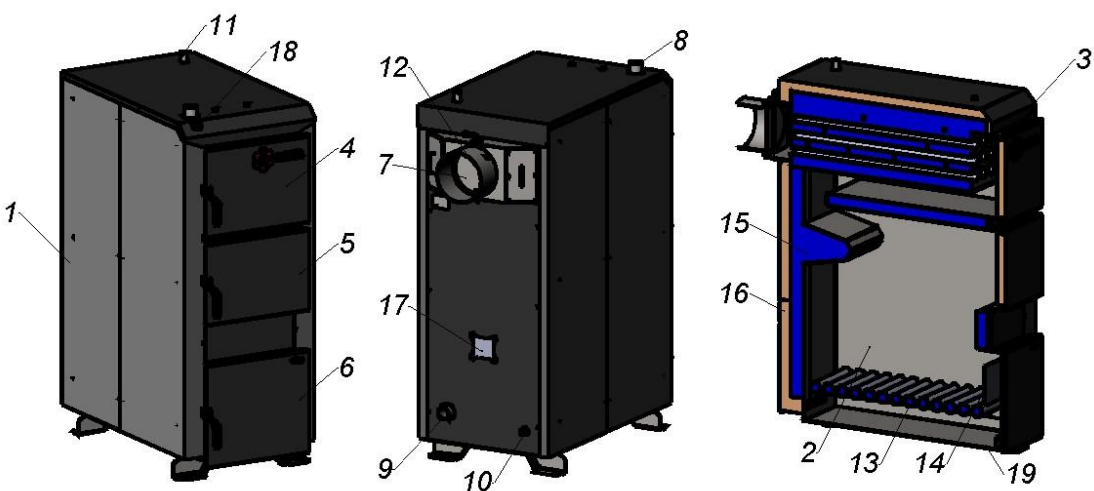

Рисунок 2 – Зовнішній вигляд та основні елементи котла DUO
Конструктивно котел являє собою збірно-зварену конструкцію, що складається з корпусу (поз. 1, рис. 2) з камерою згоряння (топкою) (поз. 2, рис. 2). Конвекційна частина котла складається з жаротрубного теплообмінника (поз. 3, рис. 2), який розташований безпосередньо над топкою.
Корпус котла виконаний в формі паралелепіпеду з подвійними стінками, які розділені водними перегородками (поз. 15, рис. 2). На зовнішній поверхні корпусу під декоративною обшивкою закріплена теплова ізоляція. (поз. 16, рис. 2).
Паливо для процесу спалення завантажується на колосникові ґрати (поз. 13, рис. 2) крізь завантажувальні дверцята (поз. 5, рис. 2).
Для згоряння палива в топці відбувається за участю повітря, що поставляється в топку по каналу подачі повітря. Кількість повітря, необхідного для процесу горіння, автоматично регулюється контролером та подається через фланець (поз. 17, рис. 2) за допомогою вентилятора.
Підведення і відведення теплоносія здійснюється відповідно через патрубки зворотної мережної води (поз. 9, рис. 2) і прямої мережної води (поз. 8, рис. 2).
Топочні гази виходять у димохід крізь боров (поз. 12, рис. 2), розташований у задній частині котла..
Зола, яка утворюється в процесі згоряння палива, зсипається в нижню частину корпусу котла в короб зольника (поз. 19, рис. 2).
У верхній частині корпусу котла розташований штуцер для встановлення запобіжного клапана котла (поз. 11, рис. 2). Запобіжний клапан не входить у комплект поставки.
Ревізійний дверцята (поз. 6, рис. 2), що розташовані на передній стінці котла, необхідні для періодичного чищення колосникових ґрат, а також для можливості спорожнення підколосникової зони.
Для можливості періодичного обслуговування (чищення) теплообмінника передбачені дверцята поз. 4 (рис. 2).
Приєднання котла до опалювальної системи необхідно здійснювати за допомогою фланців. Трубопровід прямої мережної води потрібно приєднати до патрубку прямої мережної води (поз. 8, рис. 2). Трубопровід зворотної мережної води потрібно приєднати до патрубку зворотної мережної води (поз. 9, рис. 2).
8.6.1 Провести завантажування палива в топку котла. Для цього відкрити завантажувальні дверцята (поз. 5, рис. 2) та укласти на колосникові ґрати (поз. 13, рис. 2) шар палива до меж нижньої кромки завантажувальних дверцят. На укладений шар палива розмістити розпалювальний матеріал: папір, тріски, дрова (у переліченій послідовності).
Для забезпечення герметичності дверцят поз. 4,5,6 (рис. 2) необхідно кожні два тижні змашувати ущільнюючі шнури дверцят графітним мастилом.
Перед повторним завантаження палива необхідно відкрити ревізійні дверцята поз. 6 (рис. 2), відкрити відбивач поз 14 (рис.2), та провести чистку колосникових ґрат за допомогою скребка. Закрити відбивач та дверцята поз. 6 (рис. 2). Потім відкрити завантажувальні дверцята та завантажити необхідну кількість палива. Повторити процедуру розпалювання (див. п. 8.6).
Конвекційні канали рекомендується чистити від золи та осаду кожні 3-7 днів (в залежності від використовуваного палива). Чистка конвекційних каналів повинна проводитися при **не працюючому котлі** крізь дверцята поз. 4 (рис. 2) за допомогою щітки та скребка.